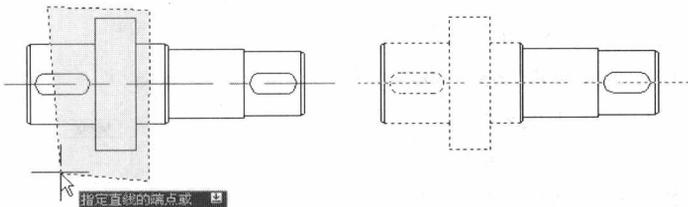

图 1-17 “圈交”选择对象
- **圈交 (CP)** 与“窗交”类似，通过绘制一个不规则的封闭多边形构成选择窗口，与窗口相交以及完全落在窗口内的图形对象都将被选中，如图 1-17 所示。